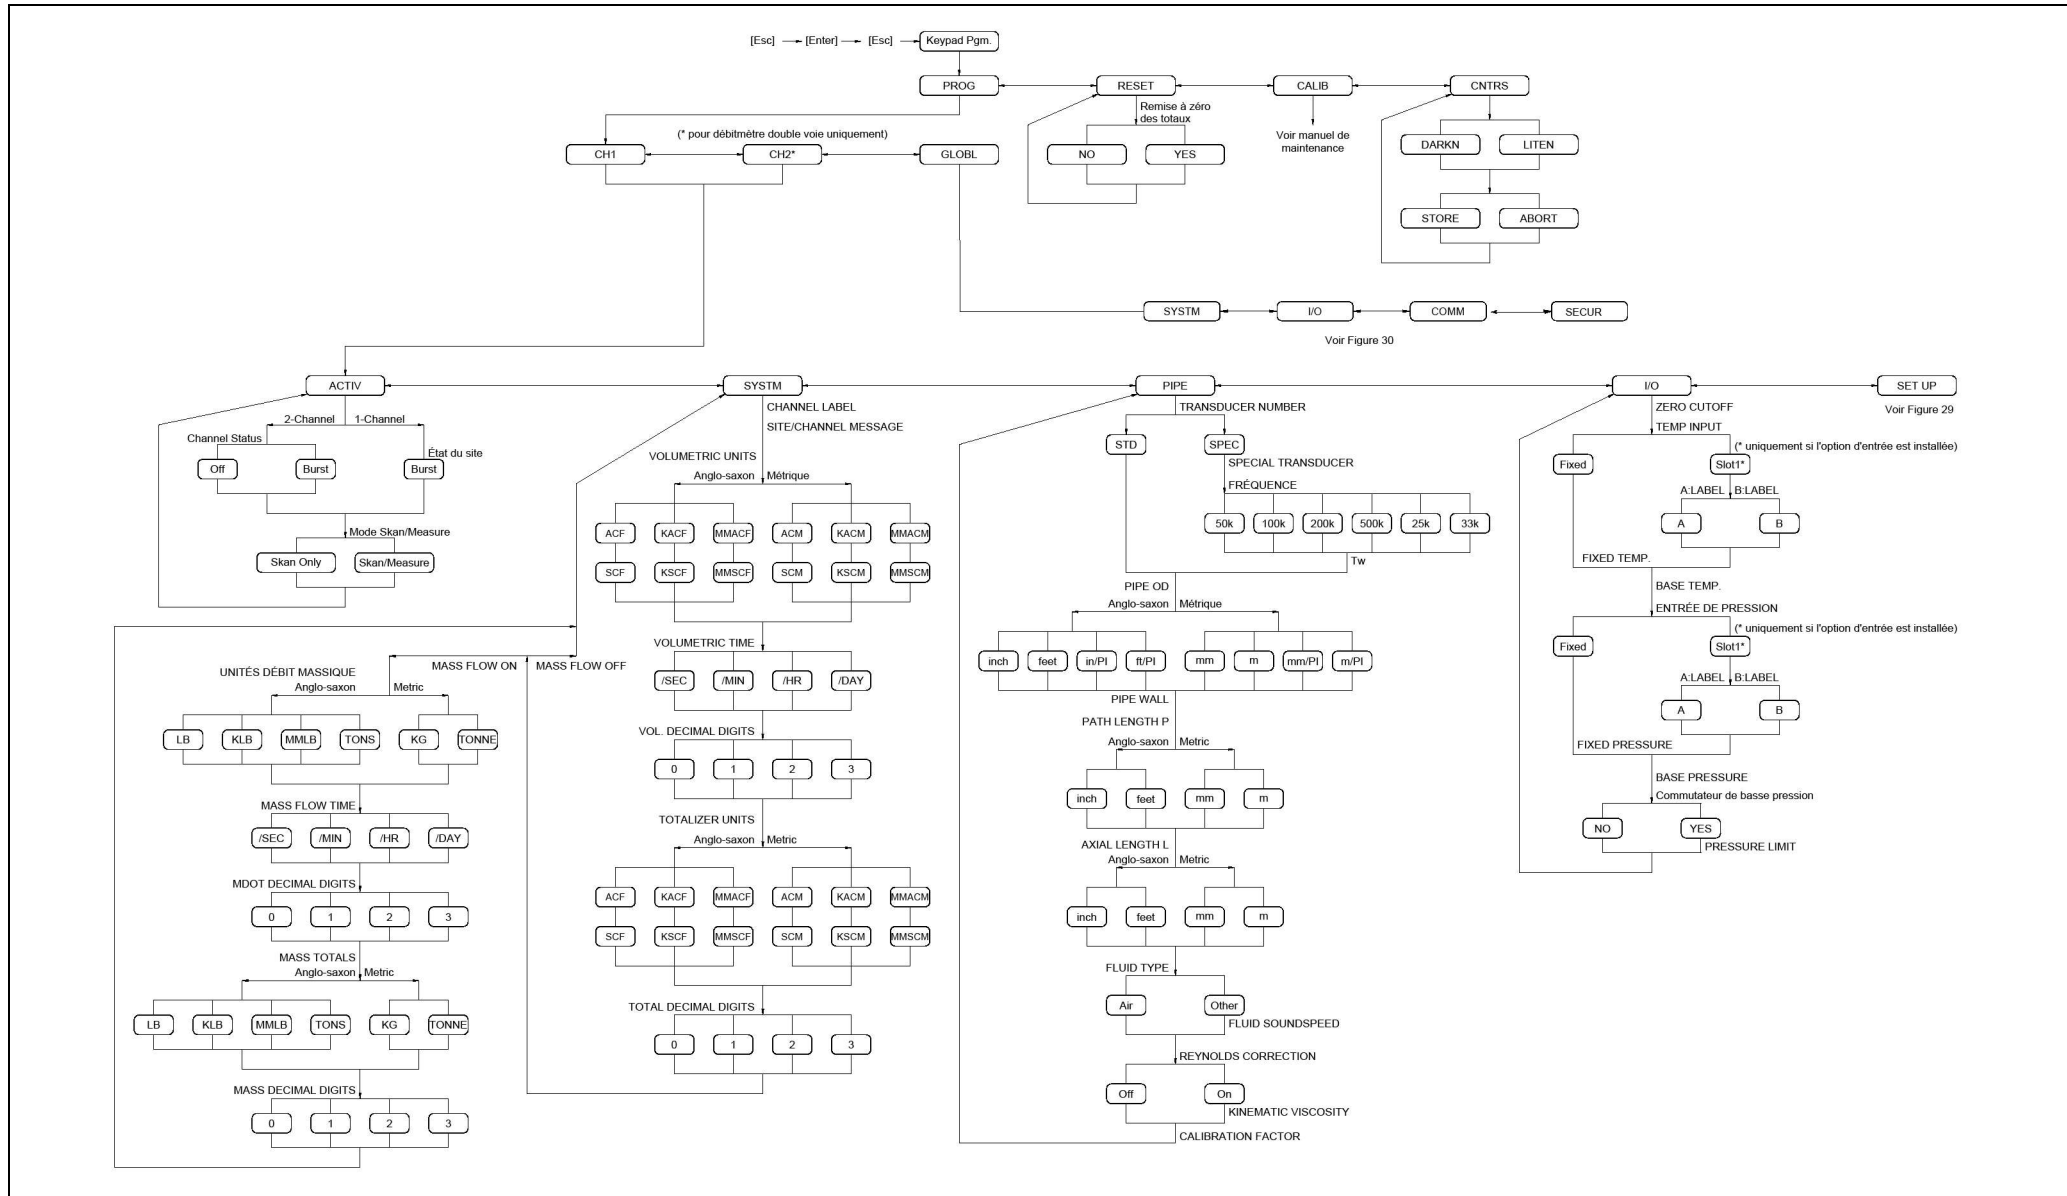

Figure 28: menus PROG > CHx > ACTIV, SYSTEM, PIPE et I/O
- Figure 28, « "menus PROG > CHx > ACTIV, SYSTM, PIPE et I/O" », page 59